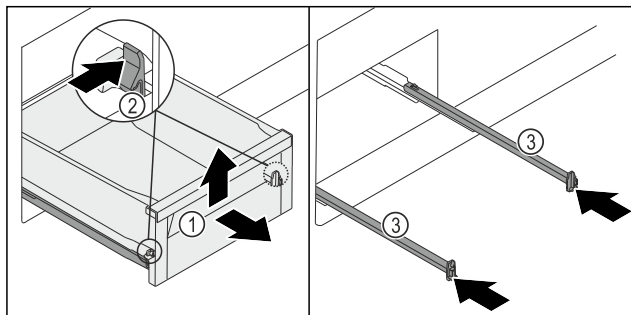

Fig. 258
- Izvlecite predal Fig. 258 (1) do omejevala.
- Objemko Fig. 258 (2) istočasno pritiskate na levi in desni navznoter.
- Predal Fig. 258 (1) se loči od vodila.
- Dvignite predal Fig. 258 (1) spredaj.
- Predal Fig. 258 (1) vzemite ven v smeri naprej.
- Vstavite vodila Fig. 258 (3).